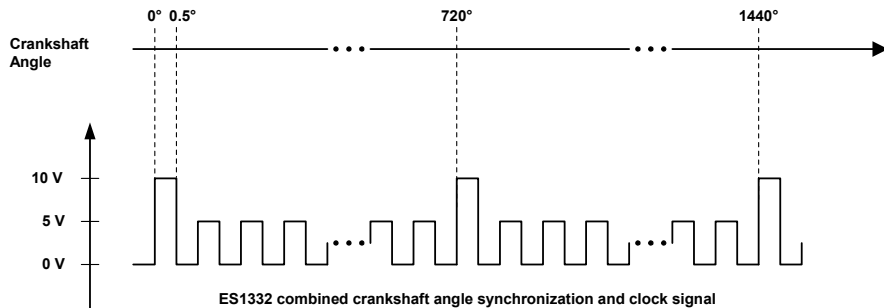

Abb. 2-5 Kombiniertes CAC-Synchronisations- und Taktsignal (ES1332)
- Das kombinierte CAC-Synchronisations- und Taktsignal, wie es von ES1332-Karten erzeugt wird (siehe Abb. 2-5 auf Seite 15).